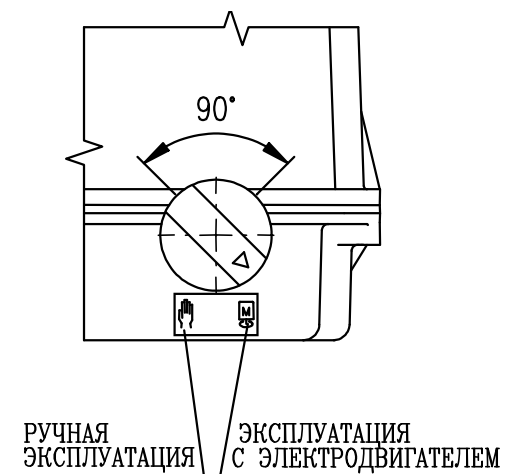

Рис. 11
- кнопкой расцепления передачи о 90° (рис. 11), стрелка на кнопке показывает на символ руки), передача расцепляется арматуру установите в избранное положение